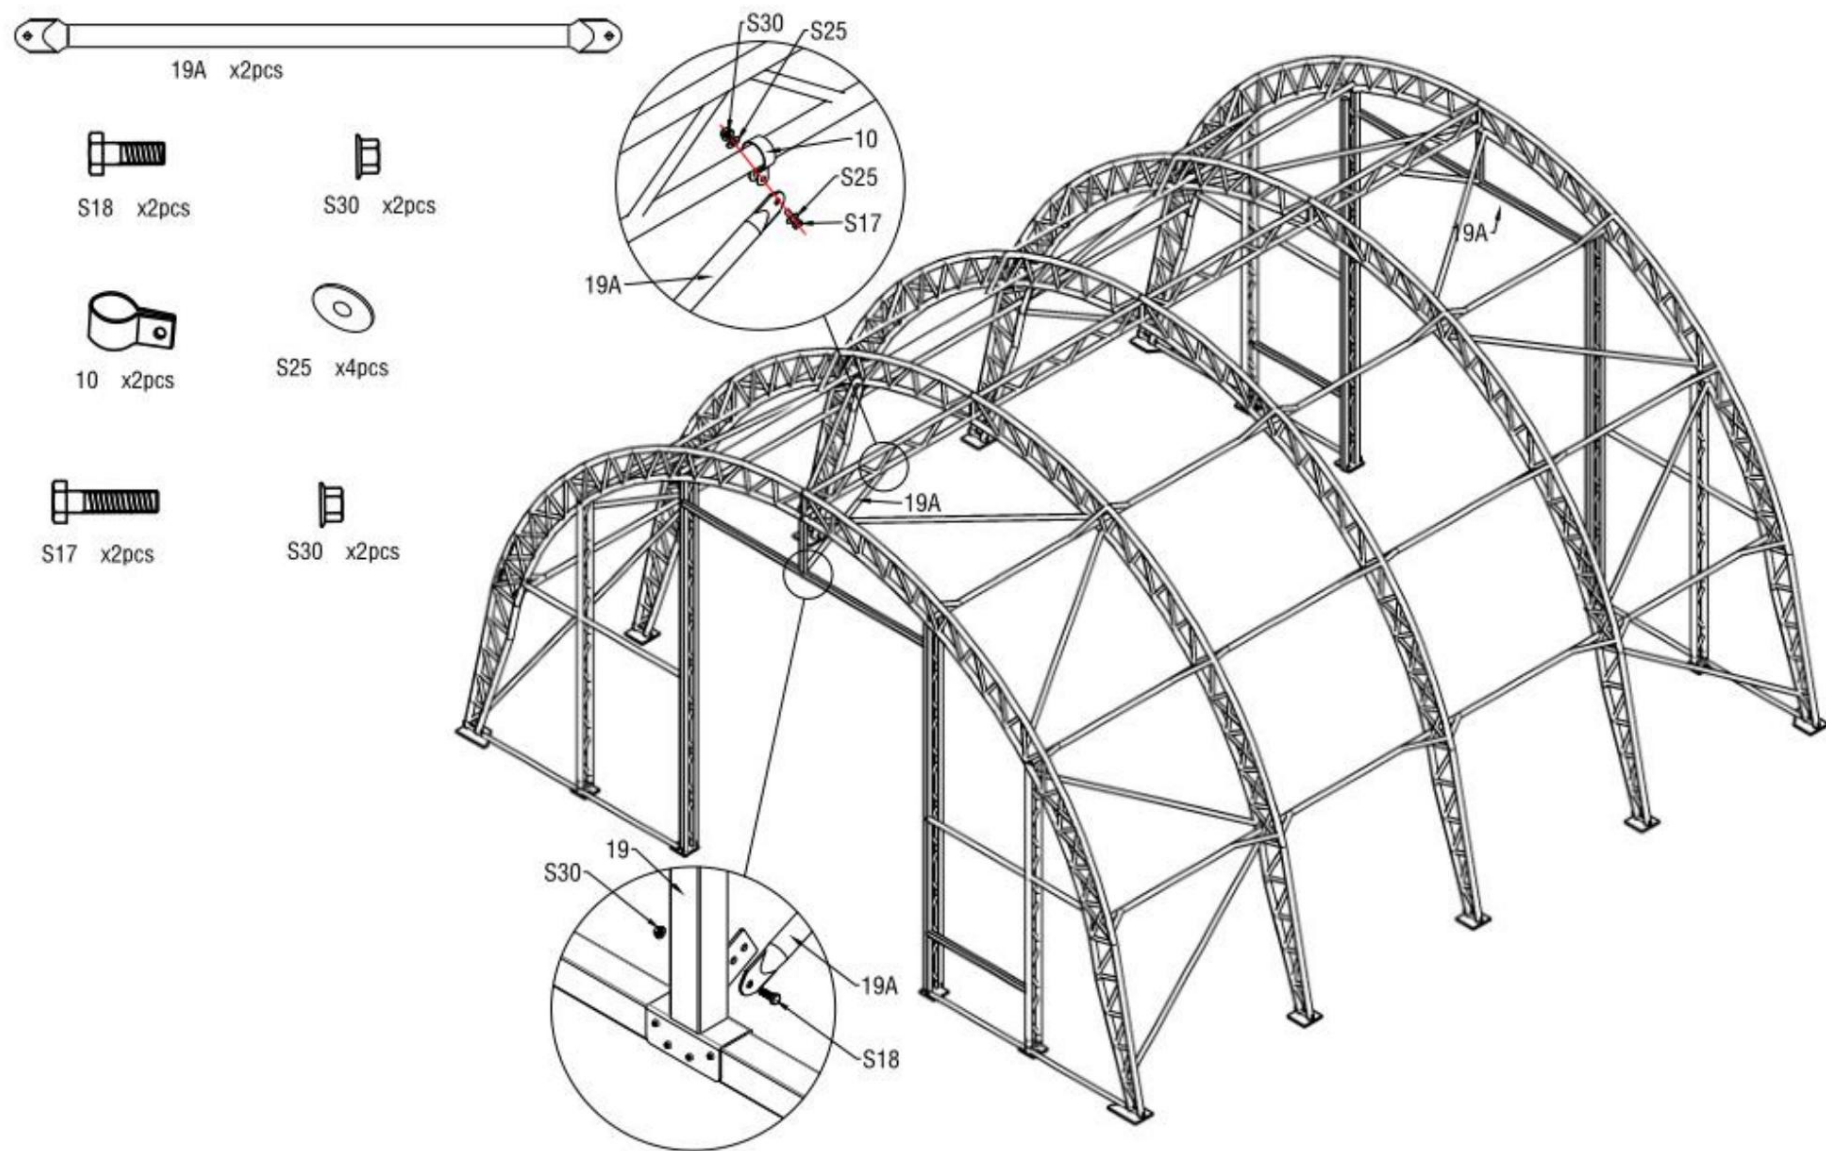

Figure 15
2. Fixez les clips (n° 10) sur les pannes à double ferme (n° 6) et installez le tube de support diagonal pour poutre de porte (n° 19A) sur les clips comme indiqué sur la figure. 15 spectacles. Veuillez connecter le tube de support diagonal pour poutre de porte (n° 19A) entre le cadre de porte et les pannes à double ferme (n° 6) en utilisant la vis M10x30 (n° S18) et la vis M10x50 (n° S17) avec une rondelle plate M10 (n° 25).